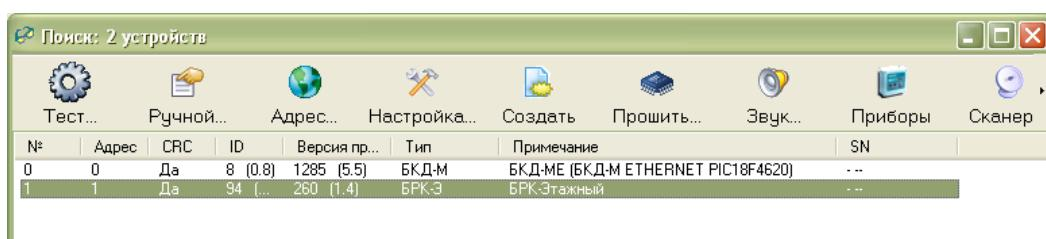

Рисунок 29 - Поиск этажного концентратора БРК-Э
4) Обеспечить доступ программы RASOS к мастер-устройству системы. В программе RASOS добавить новый объект, установить параметры подсоединения для мастер-устройства системы, например, БКД-М. Произвести подключение к мастер-устройству. Выполнить поиск БРК-Э (рисунок 29).